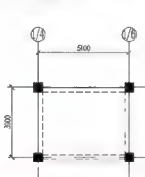

图 5.50 复制并修整图形
(3) 在指定基点或 [位移(D)] 位移：提示下，在 XB 1 内部任意位置单击一点作为复制基点。
(4) 在指定第二个点或 使用第一个点作为位移：提示下，将图形放到标准层结构平面图的右上角空白处。
(5) 将上面复制出的图形修整至图 5.50 所示的状态。